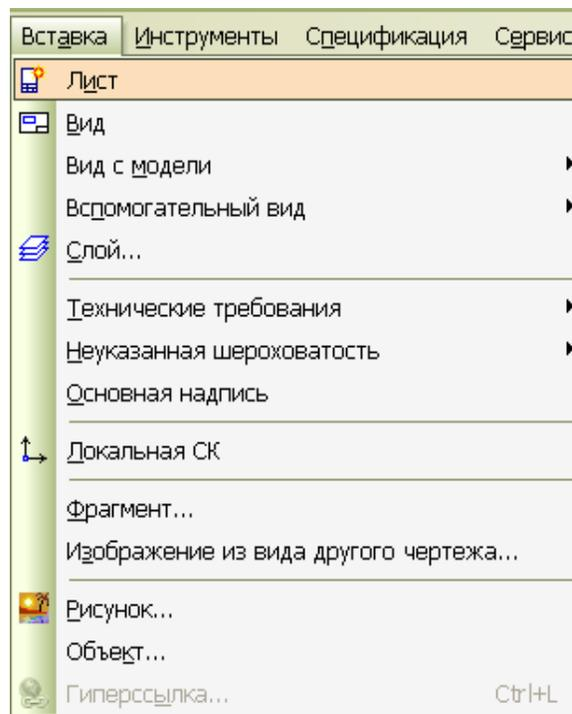

Рисунок 73. Выполнение команды «Вставка → Лист».
2. Создайте еще два листа в этом документе, дважды выполнив команду, *Вставка → Лист* (рис.73).